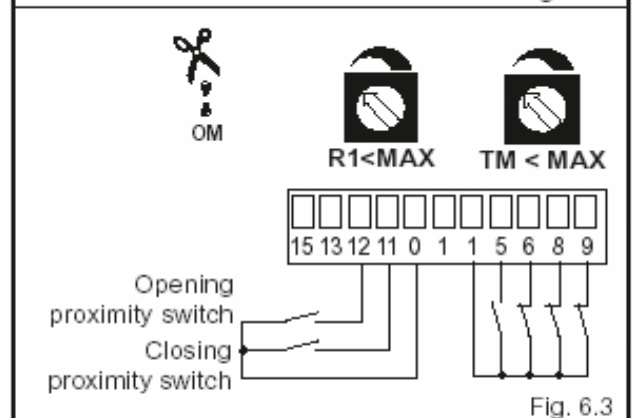

Fig. 6.3
- (rys.6.3) **Skrzydło zatrzymuje się na zderzakach mechanicznych i zmienia kierunek ruchu po napotkaniu przeszkody.**